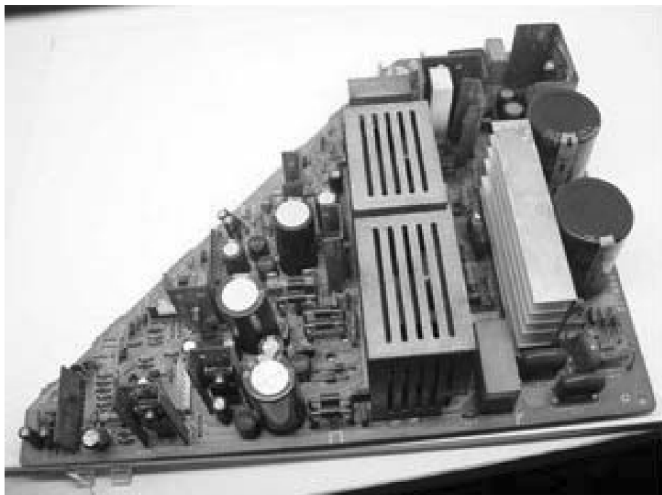

图 5-139 电源板 1-643-888-12 实物板图
3. 该电源板实物如图 5-139 所示。
1. 该机电源属于电源板 1-643-888-12, 见图 5-139。